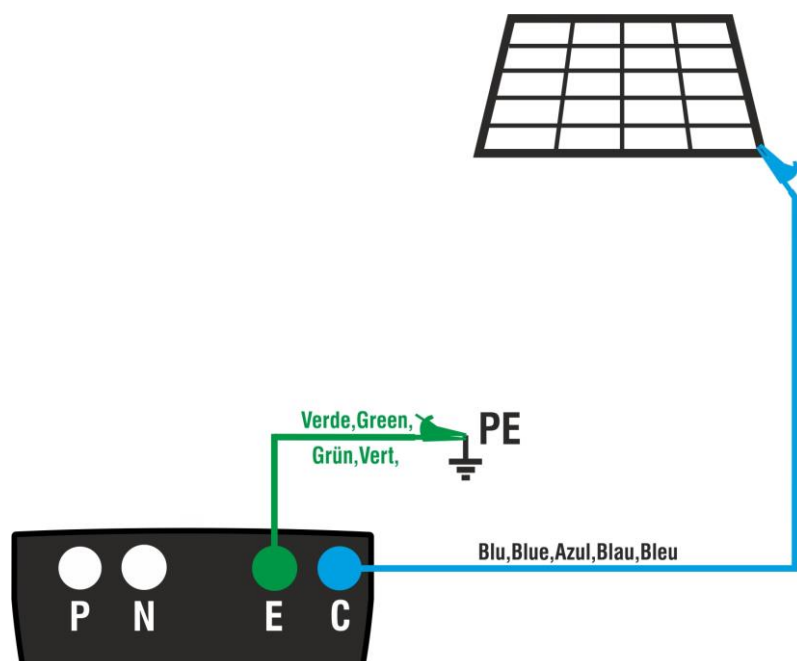

Fig. 6: Collegamento strumento per misura di continuità su strutture dell'impianto FV
5. Collegare lo strumento al modulo/stringa FV in prova e al nodo principale di terra dell'impianto come mostrato in Fig. 6
8. Collegare lo strumento al modulo/stringa FV in prova e al nodo principale di terra dell'impianto come mostrato in Fig. 6